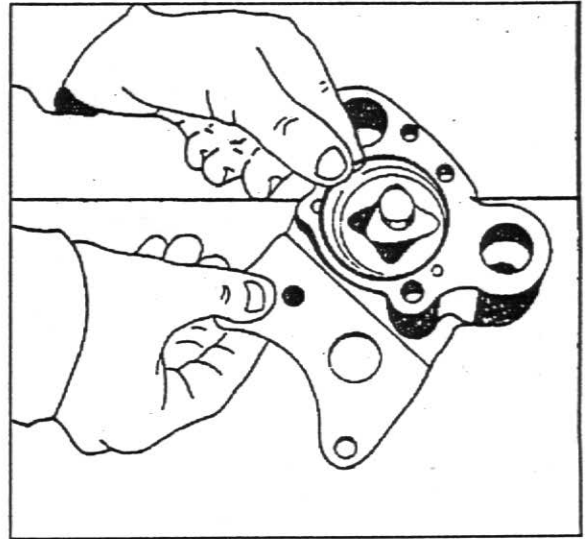

Fig. 6
4. Remova a tampa traseira da bomba, retire o anel de vedação e o rotor externo, fig. 6.